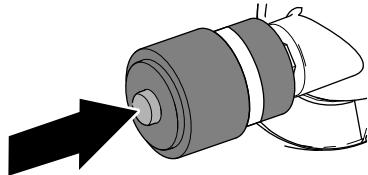

Figura 75
- Se uma faixa vermelha aparecer no indicador de manutenção, pressione o botão de reinicialização na extremidade do indicador (Figura 75).